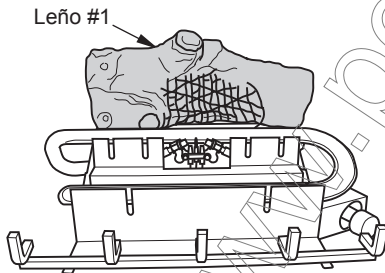

Figura 23 - Instalación Leño #1
1. Coloque el leño #1 en el soporte de la rejilla posterior (ver Figura 23).